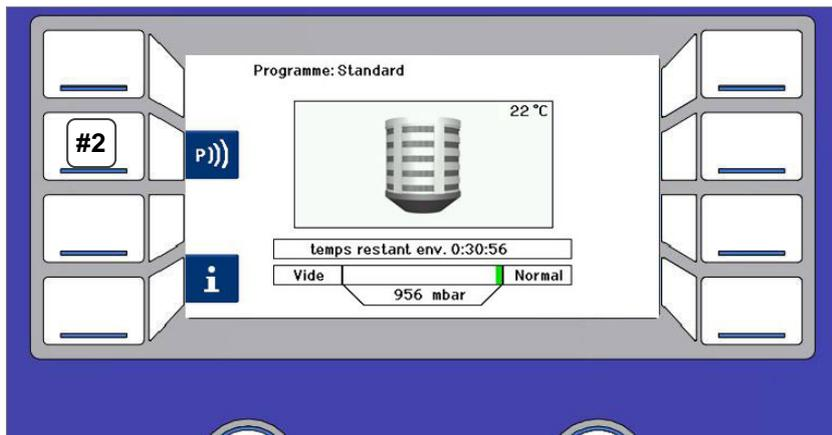

Fig. 15.2 Touche de commande #2
4. Appuyez sur la touche #2 (voir *fig. 15.2.#2*). Le transfert des données est effectué.